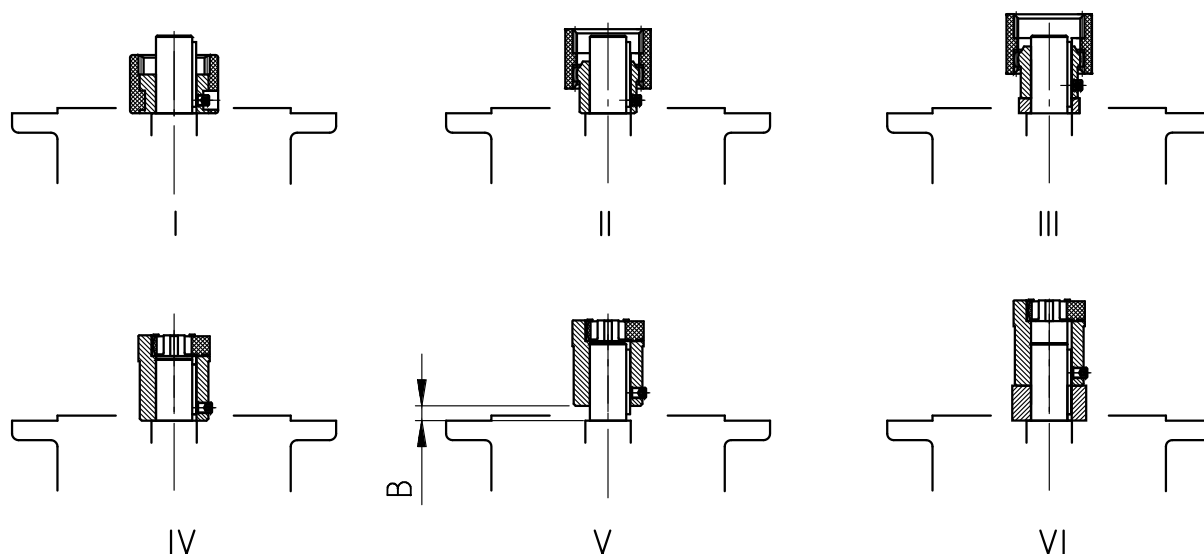

Figura 16: montaggio di diverse tipologie di giunto sull'albero motore
8. Montare il motore sull'adattatore. Montare anche il pignone e/o la bussola dentata in dotazione (vedere Figura 16: montaggio di diverse tipologie di giunto sull'albero motore). Per l'adattatore AN360TC e AN400TC, fissare prima la flangia dell'adattatore al motore e poi avvitare il motore all'adattatore.